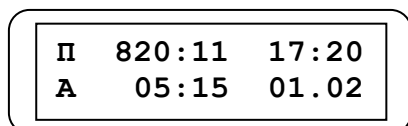

Рис. 4.9
**Структура архива пропаданий питания** аналогична структуре архива аварий. Просмотр архива пропаданий питания также можно пропустить, нажав кнопку «ВНИЗ». При нажатии кнопки «ВВОД» после просмотра сообщения о последнем пропадании питания дисплей перейдет в режим отображения справки и примет вид, представленный на Рис. 4.9.